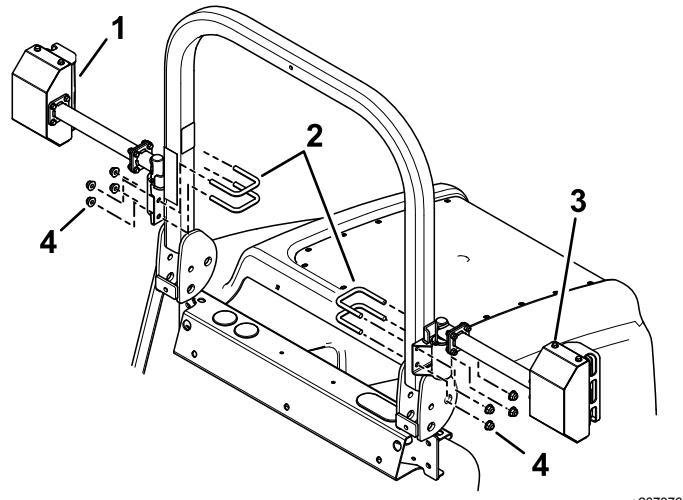

Figura 7
1. Montate le luci posteriori destra e sinistra con 4 bulloni a U e 4 dadi flangiati (3/8") (Figura 7). Assicuratevi di non coprire l'adesivo.